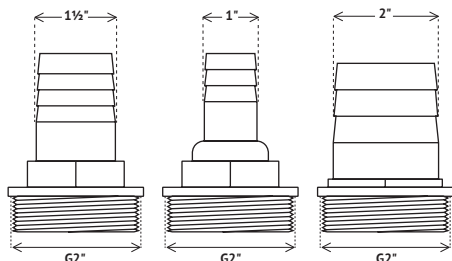

рис. 1
4.1 Общий вид насоса представлен на рис.1
Двигатель и насос расположены в чугунных корпусах (рис.1 поз.7 и 11). Насос приводится в действие асинхронным двигателем переменного тока. Подключение насоса к сети осуществляется кабелем питания со штепсельной вилкой с заземляющим контактом. В кабель вмонтирован автоматический выключатель (рис.1 поз.1), срабатывающий при превышении тока сети 10А. Насос начинает работу при подключении к сети питания.
Изготовленный из высокопрочной стали, массивный режущий механизм фрезерного типа исключает наматывание фракций на нож. Механизм состоит из 2-х частей: неподвижной и подвижной. Неподвижная часть крепится снизу к основанию (рис.1 поз.12) и представляет из себя стальное кольцо с двумя ножами, имеющими вертикально расположенные режущие кромки. На валу двигателя закреплена подвижная цилиндрическая часть измельчающего механизма. На внешней поверхности цилиндра выступают два ножа, режущие кромки которых расположены под небольшим углом к вертикальной оси.
Переходной штуцер (рис.1 поз.8) имеет соединение «ёлочка», для подключения шланга напорной магистрали.
6.2 Вкрутите в выходной фланец (рис.1 поз.9) переходной штуцер (рис.1 поз.8). Смонтируйте и присоедините к выходному штуцеру напорную магистраль.
6.4 Для установки других пределов регулировки, следует изменить “вылет” поплавка относительно зажима крепления (рис.1 поз.4) на крышке корпуса двигателя (рис.1 поз.6). Проверьте, что уровень воды в пределах поля регулирования по отношению к перекачиваемому объёму, не потребует от насоса 30-ти и более выключений в час. Частые коммутации выключателя сокращают срок службы насоса.
6.5 Привяжите верёвку (трос) к рукоятке (рис.1 поз.5) насоса. Кабель питания (рис.2 поз.5) можно закрепить на этой верёвке.